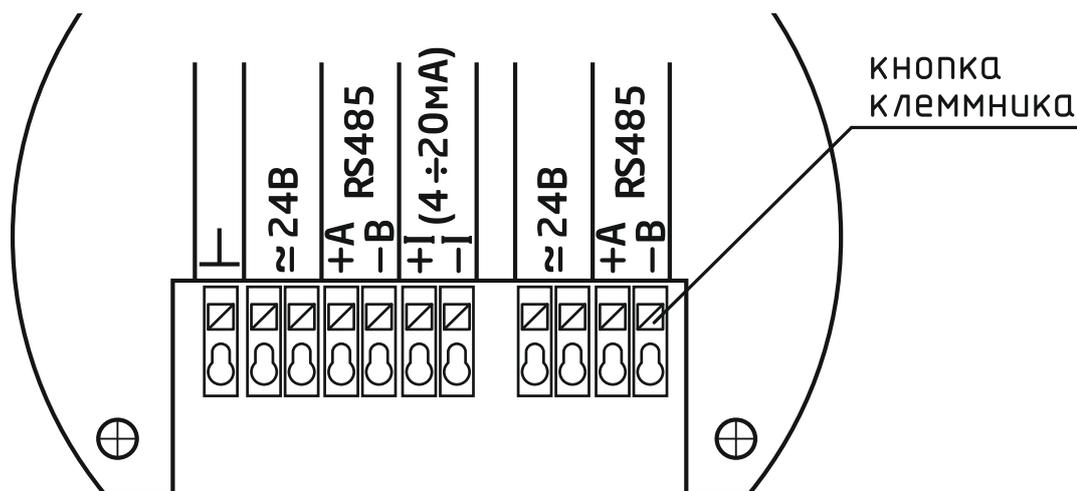

Рисунок 2 – Схема подключения
- 6) Подключить провода к нажимному клеммнику в соответствии со схемой на шильдике (рис.2). Для подключения провода к клемме необходимо нажать отверткой на кнопку до упора, вставить провод в круглое отверстие расположенное под нажатой кнопкой и отпустить кнопку. Кнопка должна быть утоплена. Проверить надежность соединения выдергивая провод.